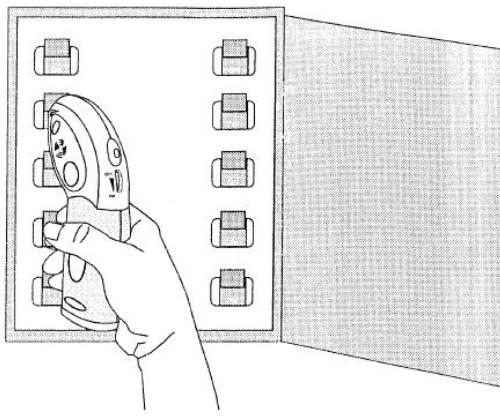

Fig.4
1. Rendez vous devant le tableau des coupe-circuits, et tenez-le récepteur verticalement en plaçant la surface plate de son extrémité effilée directement sur le coupe circuit ou le fusible (fig. 4).